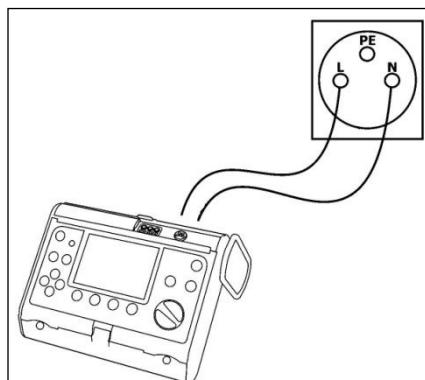

Рис.5. Подключение измерителя.
- подключить измеритель проводами к сетевому гнезду стенд согласно Рис.5;